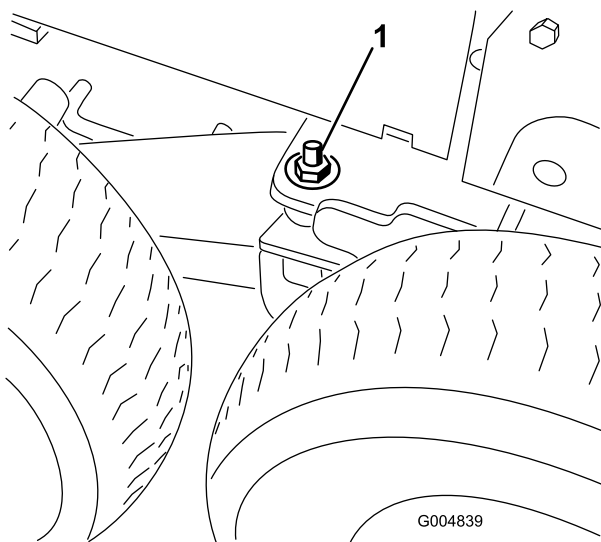

Figure 29
17. Enlevez la rondelle plate (1/2 po) et l'écrou (1/2 po) placés sur le goujon du pivot de bogie (Figure 29).
23. Abaissez le cric jusqu'à ce que les roues avant supportent le cadre. Montez les rondelles plates (1/2 po) et les contre-écrous sur le goujon de pivot de bogie (Figure 29) et serrez à 102 Nm (75 pi-lb).